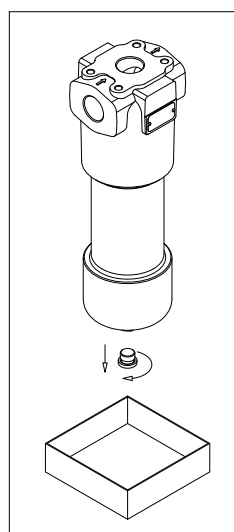

fig. 17
- (Fig. 17) Svitare il tappo di drenaggio predisponendo un recipiente per la raccolta del fluido di lavoro